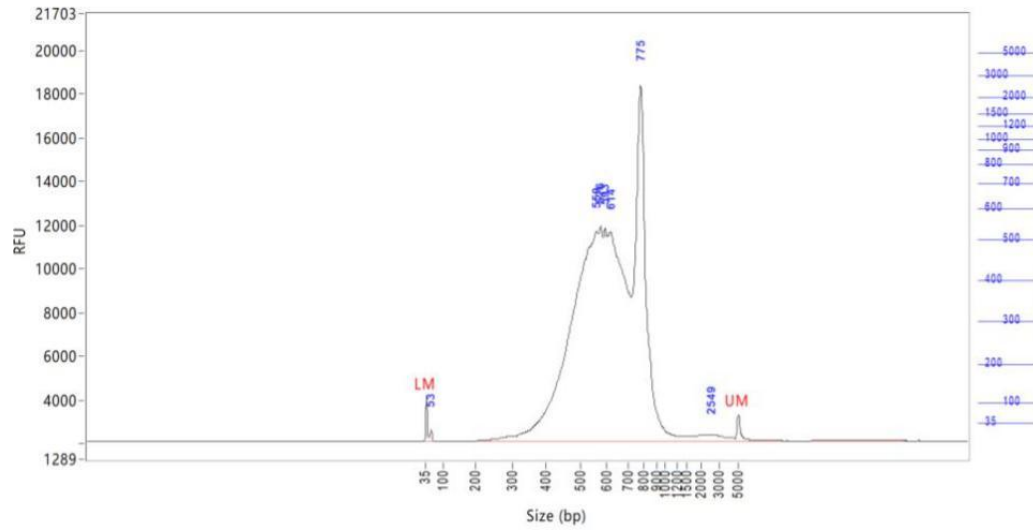

图 10 全长免疫受体富集文库质检图
3. 质检图参照图 10，主峰片段范围须在 500bp-650bp 之间，30bp-400bp 占比<10%，富集文库会出现 700bp(TCR)、800bp(BCR)打不断的片段，属于正常现象，特异峰占比应不超过 45%。若存在 200bp 左右小尖峰凸起，可 0.8×纯化后送测。